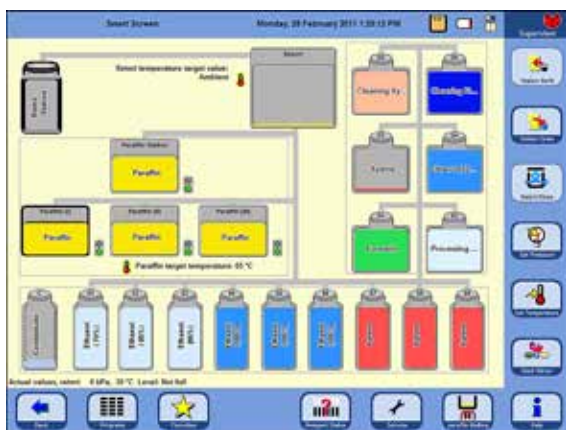

Рис. 181
- Кнопкой **SMART SCREEN** вызовите форму **SMART FUNCTIONS** (рис. 181).